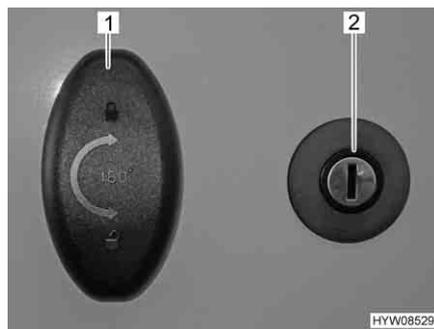

Fig. 50 Serratura della porta del garage
Apertura: ■ Inserire la chiave nel cilindro della serratura (Fig. 50,2) e ruotare in senso orario. La chiusura centralizzata è sbloccata.
■ Girare la maniglia della serratura (Fig. 50,1) in senso antiorario di un mezzo giro e aprire la porta del garage.
■ Girare la maniglia della serratura (Fig. 50,1) in senso antiorario di un mezzo giro.
■ Inserire la chiave nel cilindro della serratura (Fig. 50,2) e ruotare in senso antiorario. La chiusura centralizzata è bloccata.